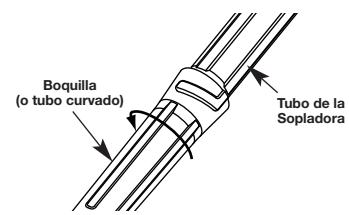

Fig. 6
- Sujete la boquilla y gírela en sentido contrario a las agujas del reloj hasta que la boquilla se desatre de la salida del tubo de la sopladora (Fig. 6).